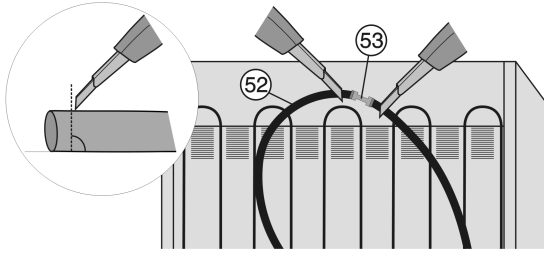

Fig. 17*
- Couper le tuyau d'eau Fig. 17 (52) à l'arrière de l'appareil et derrière le connecteur Fig. 17 (53) (90° en direction du tuyau).*